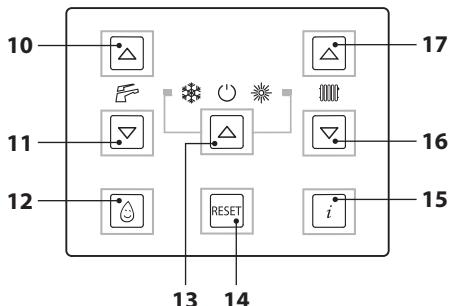

Рисунок 2.5
- Держать нажатой в течение 2 сек. кнопку 13, пока на дисплее не появится символ  (Рисунок 2.5).
Регулировать температуру воды для отопления можно посредством кнопок 16 (уменьшение) и 17 (увеличение), см. (Рисунок 2.5), начиная с минимум 38°C и до мак-
В любом случае, если комнатная температура слишком низкая или слишком высокая, можно увеличить или уменьшить температуру отопления на $\pm 15^{\circ}\text{C}$ при помощи кнопок 16 (уменьшение) и 17 (увеличение), см. (Рисунок 2.5).
Регулировать температуру воды в системе горячего водоснабжения можно при помощи кнопок 10 (увеличение) и 11 (уменьшение), см. (Рисунок 2.5), начиная с минимум 35°C и до максимум 60°C . При нажатии одной из двух кнопок на дисплей выводится установленное значение, при повторном нажатии можно его изменять.